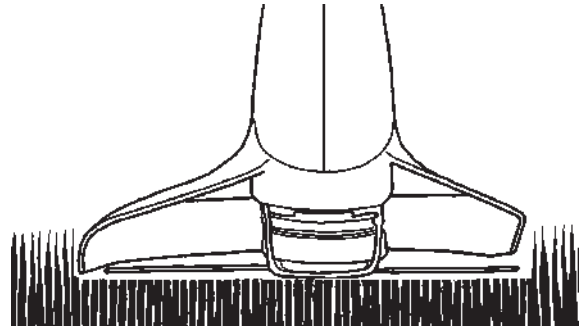

Fig. 11
3. **COUPE ET TONTE** (Fig. 11). Utiliser un mouvement de balancement latéral semblable à celui d'une faux. Ne pas incliner la tête pendant cette opération. Faire un essai sur la partie à tondre pour vérifier la hauteur de coupe. Garder la tête de coupe à une hauteur constante pour obtenir une tonte uniforme.